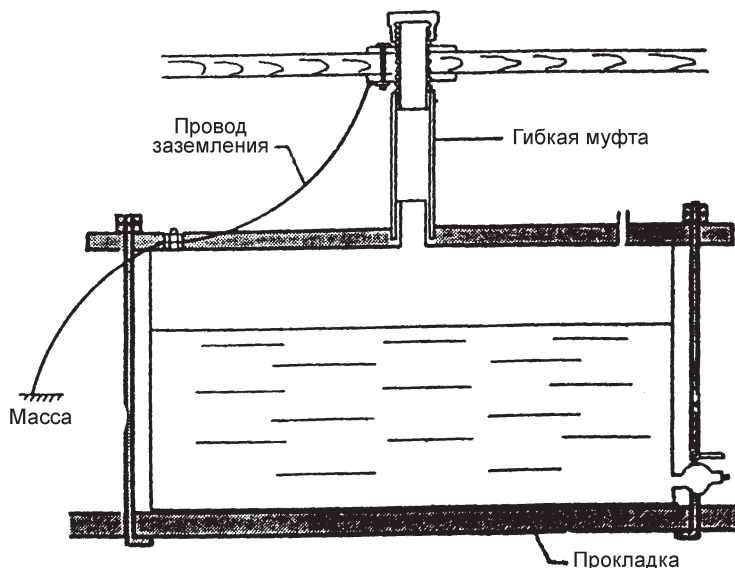

Рис. 3
- Установка бака, объемом более 25 литров см. рис. 3.